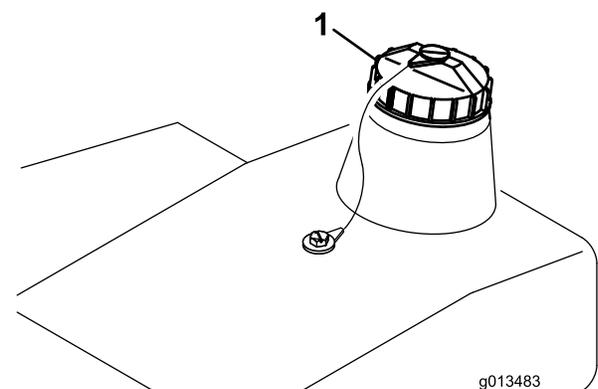

Figure 12
1. Nettoyez la surface autour du bouchon du réservoir d'huile hydraulique pour éviter que des impuretés ne pénètrent dans le réservoir (Figure 12).